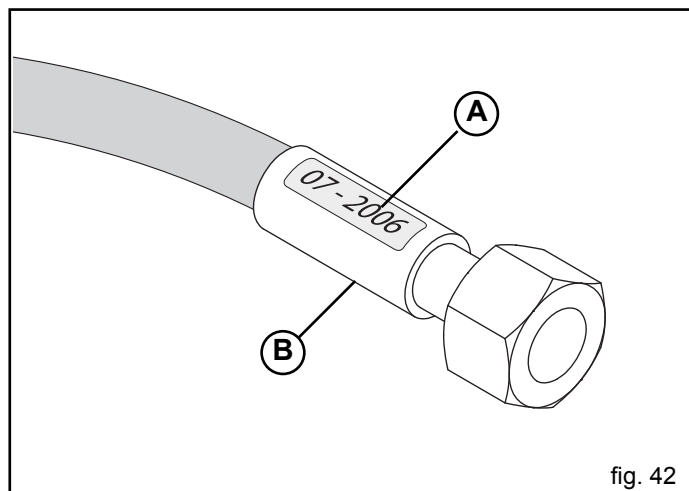

fig. 42
- La durée de vie des tuyaux oléodynamiques ne peut dépasser 5 ans, même s'ils ne sont pas utilisés (usure naturelle). La figure 42 (A) donne un exemple de l'année de production des tuyaux oléodynamiques.
- pertes autour de l'armature du tuyau (B, Fig. 42).
- corrosion de l'armature (B, Fig. 42);
- échéance de 5 ans à compter de la production (A, Fig. 42).